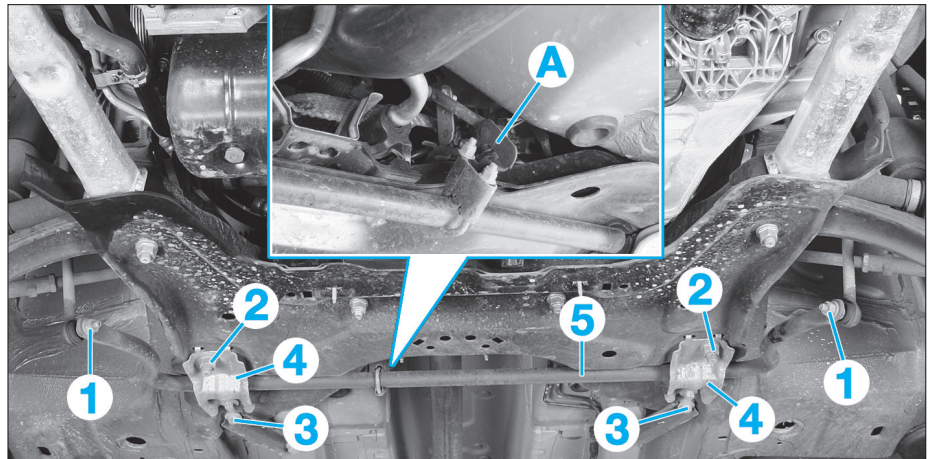

Fig. 10
- Désaccoupler la biellette du capteur de hauteur en (A) (Fig.10) (si équipé).
- les écrous (1),
- les écrous (2),
- les vis (3),
- les brides (4),
- la barre stabilisatrice (5).
- la traverse (2),
- les tampons absorbeurs (3),
- les vis de fixation avant des allonges de berceau sur la caisse (4),
- les allonges de berceau (5).